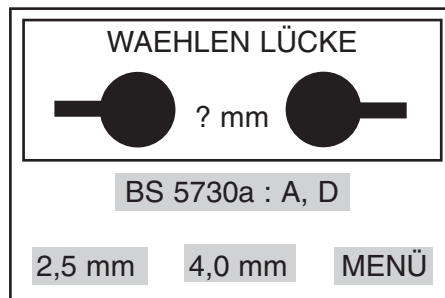

Abbildung 11 Beispieldisplay: Auswahl des Elektrodenabstands
2. Nach Betätigen der linken, mit A, D beschrifteten Taste erscheint der in Abbildung 11 gezeigte Bildschirm. Mit den linken und mittleren Bedientasten das Programm für den gewünschten Elektrodenabstand wählen. Dieser Abstand sollte vorher entsprechend dem jeweils erforderlichen BS 5730a Überlastversuch eingestellt worden sein.